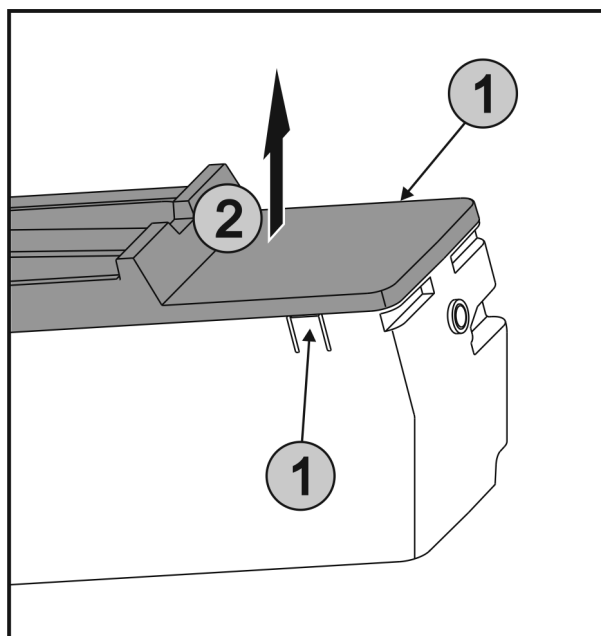

Fig. 64
- ▶ Lippen Fig. 64 (1) aan beide zijden van EasyTwist-Ice gelijktijdig indrukken en de afdekking Fig. 64 (2) omhoog verwijderen.